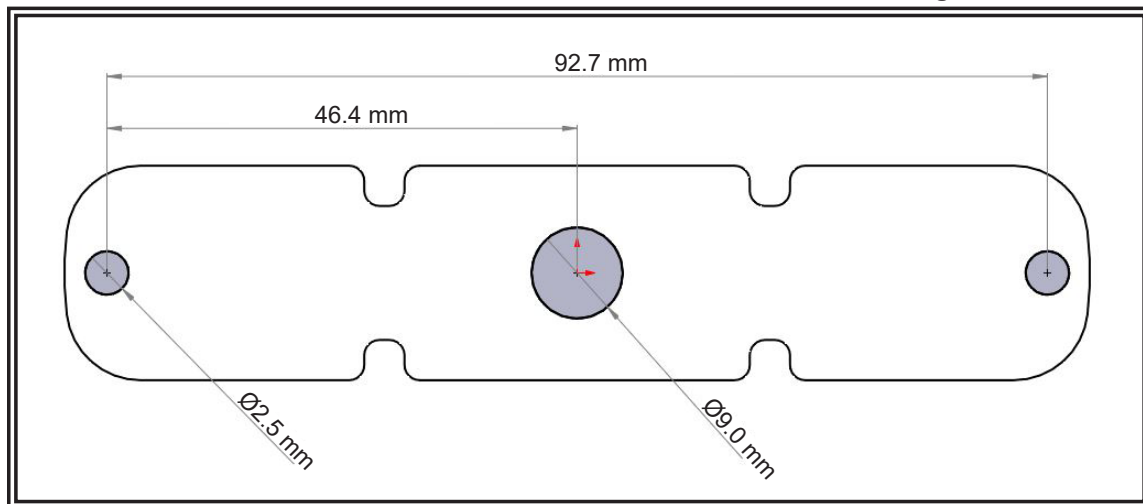

Figura 2
Paso 2. Con la junta larga como plantilla, marque dos orificios en una superficie de montaje plana para la inserción del tornillo y un tercer orificio central para el enrutamiento del cable. Perfore los dos orificios de montaje con una broca de 2,5 mm o n.º 40. Perfore el orificio central con una broca de 9 mm o en T. Consulte la Figura 2.